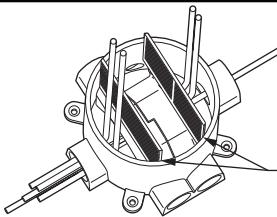

Figura 4
- Ensamble las placas divisoras, vea la Figura 3A. ¡NO LAS PEGUE! Baje el ensamblaje de placas divisoras a la caja para montaje en piso 68P d salgan de la caja para montaje en piso en los lados exteriores del ensamblaje de placas divisoras. Verifique que la rampa divisora cubra cualquier cable de datos que pase a través de la caja. Asegúrese de que el ensamblaje de placas divisoras esté apoyado en la parte inferior de la caja para montaje en piso 68P, vea la Figura 4. NOTA: Cuando se utiliza la extensión de caja para montaje en piso 68P-EXT, se requiere la extensión de divisor de voltaje 68P-DVD-EXT (no incluida). Encage (no pegue) las extensiones divisoras en la parte superior del ensamblaje divisor suministrado, vea la Figura 3B.
4. Trace una marca en los lados de los divisores donde se encuentran con la parte superior de la caja para montaje en piso cortada, vea la Figura 4.